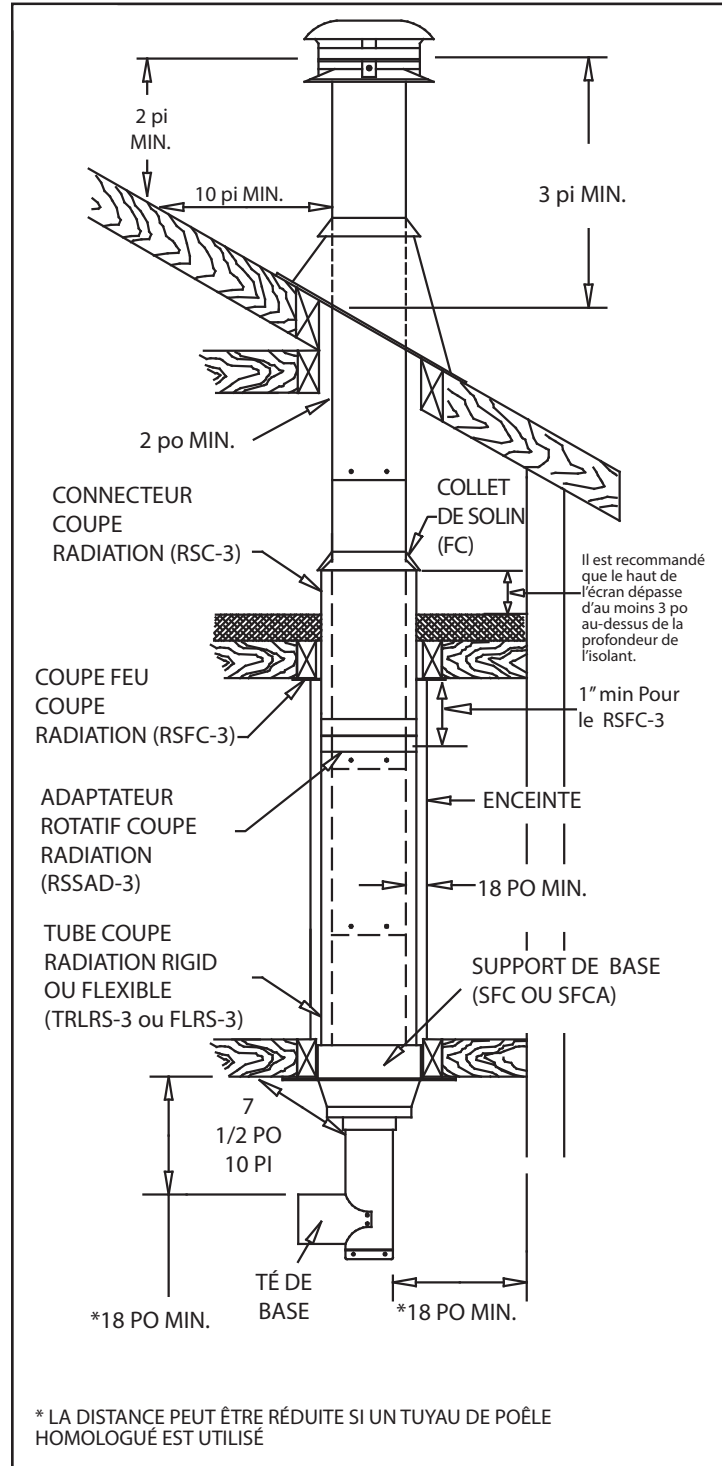

Figure 26
- a. Pour les applications de poêles à bois ou charbon et dans les endroits où la cheminée est entièrement encloisonnée dans une installation intérieure, il est nécessaire d'installer des tubes coupe radiation (téléscopiques **TRLRS-3** ou flexibles **FLRS-3**) autour de la cheminée et un connecteur coupe radiation (**SRS-3**) au niveau du plafond. (Voir **Figure 26**)